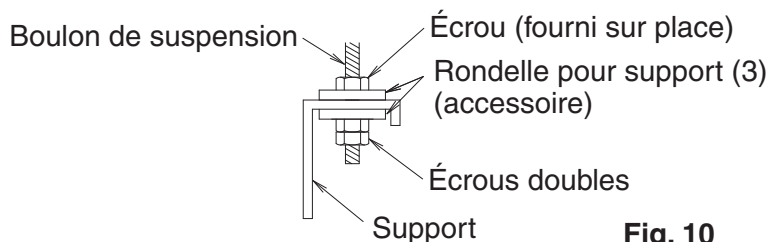

Fig. 10
(1) Fixez le support au boulon de suspension. **(Reportez-vous à la Fig. 10).**